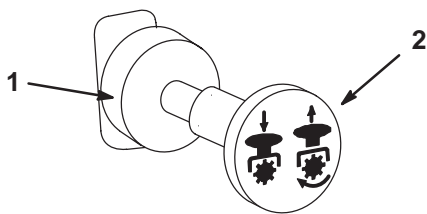

Bild 20
3. Ziehen Sie den ZWA-Schalter auf „Ein“ (Bild 20).
1. Schieben Sie zum Auskuppeln den ZWA-Schalter auf „Aus“ (Bild 20).